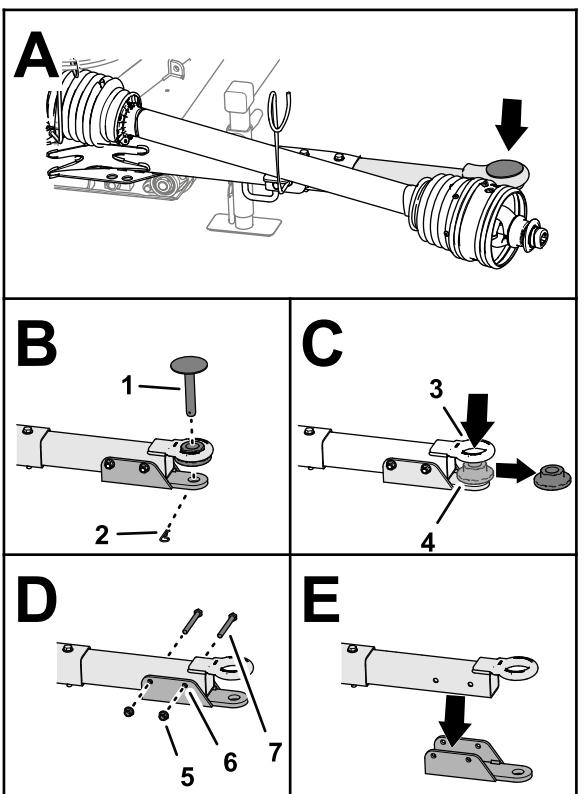

Рисунок 7
- Извлеките игольчатый шплинт, который крепит палец сцепного устройства к буксировочной штанге, и снимите палец сцепного устройства (Рисунок 7).
- Снимите фланцевую втулку с проушины поворотного сцепного устройства (Рисунок 7).
- Удалите 2 фланцевые контргайки и 2 колпачковых винта, которые крепят серьгу к буксировочной штанге, и снимите кронштейн с вилкой (Рисунок 7).